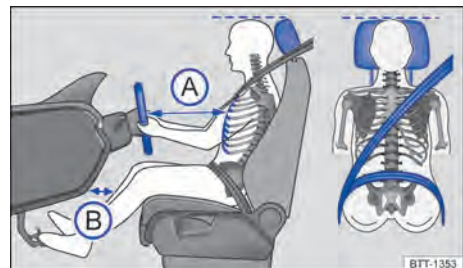

Abb. 20 Prinzipdarstellung: richtiger Abstand des Fahrers zum Lenkrad, richtiger Gurtbandverlauf und richtige Kopfstützeinstellung.
- Kopfstütze so einstellen, dass die Oberkante der Kopfstütze sich möglichst auf einer Linie mit dem oberen Teil des Kopfs – jedoch nicht niedriger als Augenhöhe – befindet. Hinterkopf stets so nah wie möglich an der Kopfstütze positionieren → Abb. 20.
- Fahrersitz in Längsrichtung so einstellen, dass die Pedale mit leicht angewinkelten Beinen durchgetreten werden können und der Abstand zur Instrumententafel im Unterschenkelbereich mindestens 10 cm (etwa 4 in) beträgt → Abb. 20 .
– Sitzeinstellung so vornehmen, dass der Abstand zwischen Lenkrad und Brustbein mindestens 25 cm (etwa 10 in) beträgt → Abb. 20  und das Lenkrad mit beiden Händen und leicht gebeugten Armen seitlich am äußeren Rand festgehalten werden kann.